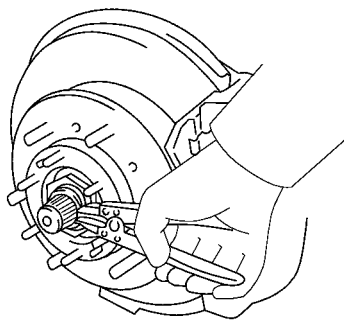

图 14-62 用弹簧卡环钳子拆下弹簧卡环和隔套
(1) 顶起汽车拆下车轮。
(2) 拆下自由轮毂。
(3) 拆下弹簧卡环和隔套。使用弹簧卡环钳子拆下弹簧卡环和隔套，如图 14-62 所示。